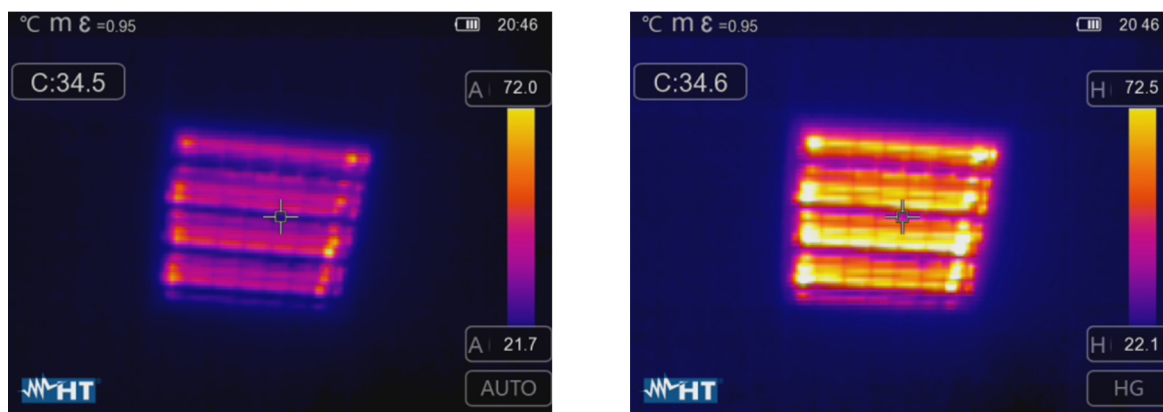

Fig. 44: Impostazione modi Automatico e Istogramma
- Modo **Istogramma (HG)** → i livelli minimo e massimo di temperatura dell'oggetto inquadrato a display sono sempre definiti automaticamente, come nel modo Auto, da parte dello strumento ma in tal caso sono messi in particolare risalto le zone dell'immagine in cui i valori delle temperature sono molto diverse da quelli delle zone adiacenti. La relazione tra la temperatura e il colore della tavolozza è **non lineare** in base ad un algoritmo a istogramma. Questo modo enfatizza la visualizzazione dell'immagine in ambienti di lavoro molto scuri
1. Premere il tasto  oppure toccare l'icona "AUTO" presente nella parte bassa destra del display. Le videate di Fig. 44 mostrano le selezioni dei modi "AUTO" e "HG"